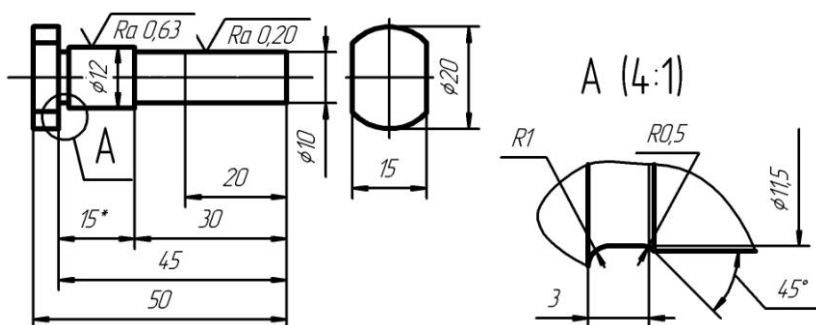

Рис. 5. Создание выносного элемента
3. Активизируйте инструментальную панель *Обозначения*, затем нажмите кнопку *Выносной элемент*. Следуя указаниям *Строки сообщений*, сформируйте обозначение согласно рис. 5 (контуры канавки строить пока не нужно).
4. Двойным щелчком по названию откройте окно *Канавка для выхода шлифовального круга*, в котором установите необходимые параметры (диаметр — 12, исполнение 1) и включите опции **Вид с размерами** и **Ниже оси**. После щелчка по кнопке **ОК** появится фантом канавки. Установите его (см. рис. 5) под надписью выносного элемента **A (2 : 1)**.